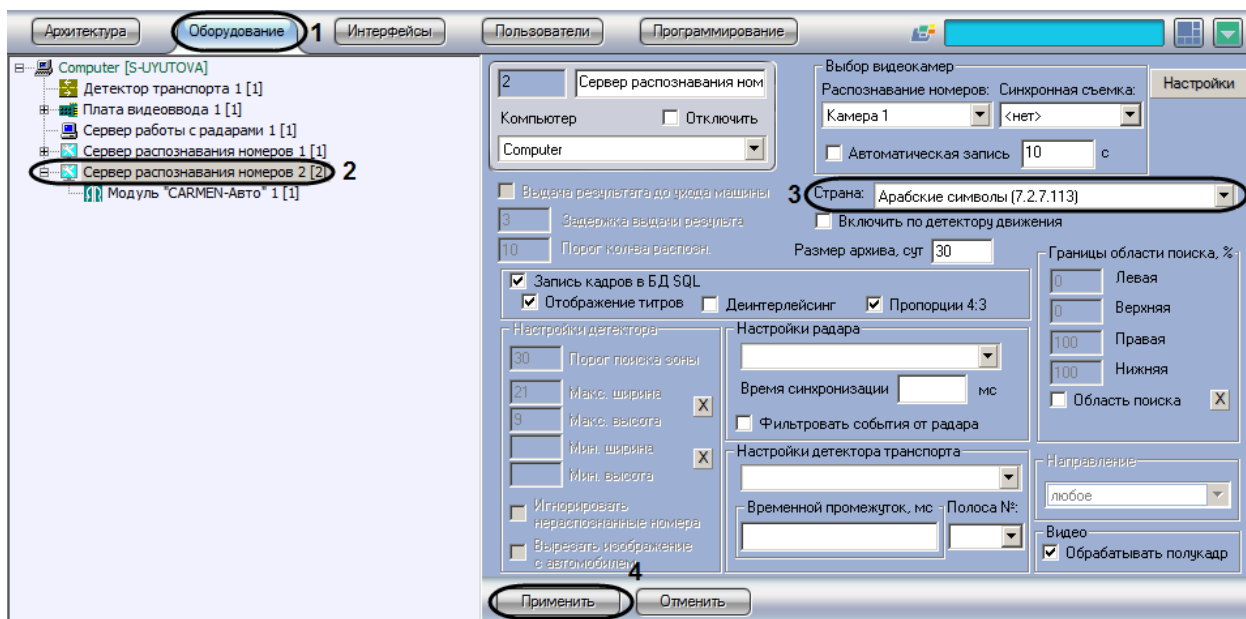

Рис. 7.2—16. Выбор режима распознавания номеров модулем «CARMEN -Авто»
1. В диалоговом окне «Настройка системы» перейти на вкладку «Оборудование» (Рис. 7.2—16, 1).
2. В дереве объектов на вкладке «Оборудование» выбрать объект «Сервер распознавания номеров», соответствующий активированному программному модулю «CARMEN-Авто» (см. раздел «Активация программного модуля, используемого для распознавания номеров», Рис. 7.2—16, 2). В правой части вкладки «Оборудование» отобразится панель настройки выбранного объекта.
3. Из списка «Страна» (см. Рис. 7.2—16, 3) выбрать одно из следующих значений: